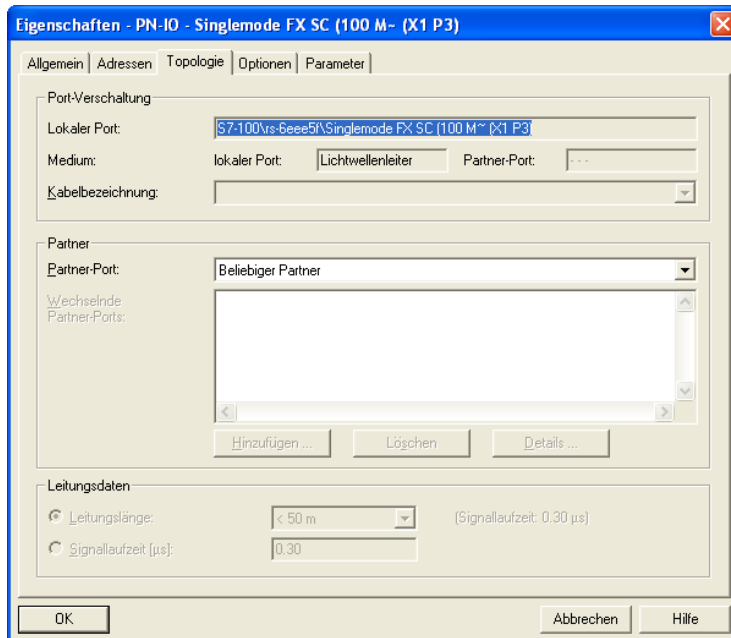

Abb. 17: Dialog zur Eingabe der Topologie
- ☐ Wählen Sie unter Port-Verschaltung/Lokaler Port die gewünschte Einstellung für den Port aus (siehe Abbildung 17).
- ☐ Wählen Sie unter Partner/Partner-Port die gewünschte Einstellung für den Partner-Port aus (siehe Abbildung 17).